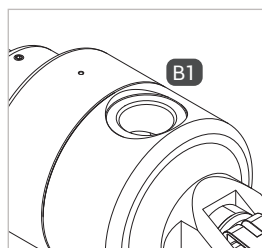

Figure 2
- ▶ Vissez hermétiquement l'entrée fluide « B1 » à l'embout de raccordement de la conduite de fluide (Figure 2). Voir le tableau ci-dessus pour le couple de serrage.